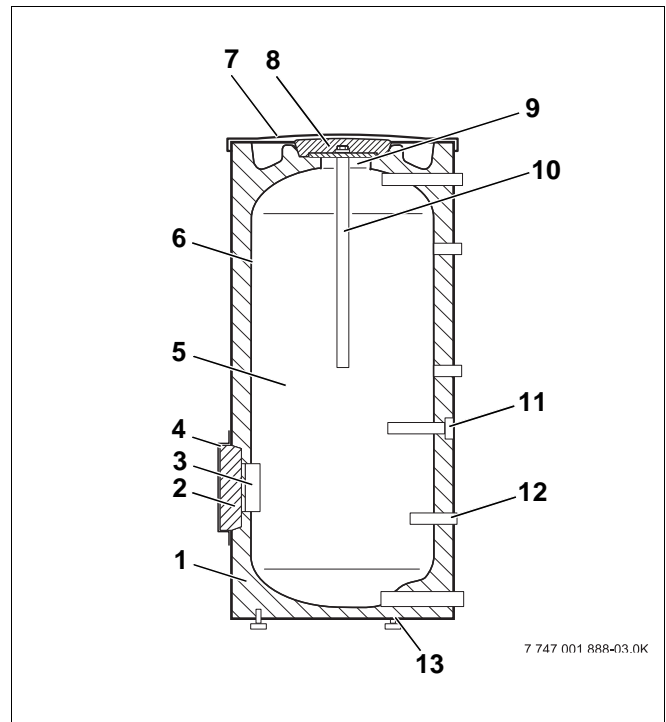

Рис. 1 Бак-водонагреватель
- Бак (рис. 1, [5]) с защитой от коррозии
Катодная защита от коррозии состоит из гигиенической термоглазури Buderus DUOCLEAN MKT (рис. 1, [6]) и магниевого анода (рис. 1, [10]).
- Теплоизоляция (рис. 1, [1])
Теплоизоляция из не содержащего вредных веществ полиуретанового пенопласта нанесена непосредственно на бак. Два теплоизоляционных элемента (рис. 1, [2] и [8]) из пенопласта снижают теплопотери через люк для чистки и магниевый анод.
- Вворачиваемая гильза для установки датчика температуры горячей воды (рис. 1, [11])
- Приварная гильза (рис. 1, [12])
- Люк для чистки (рис. 1, [3])
- Смотровой люк (рис. 1, [9])
- Верхняя крышка бака (рис. 1, [7])